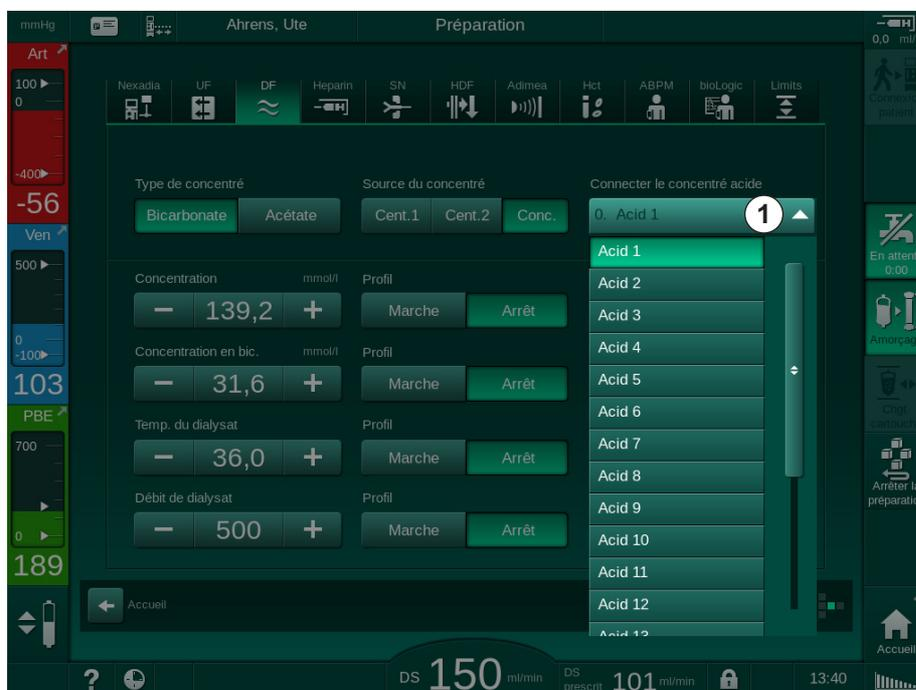

Fig. 5-18 Paramètres DF en mode mmol
Si le réglage en mmol/l a été sélectionné pour la conductivité en mode TSM, un champ supplémentaire indiquant le nom du concentré sélectionné est affiché (Fig. 5-18, ①). En appuyant sur ce champ, une liste de tous les concentrés disponibles apparaît. Il est possible de sélectionner jusqu'à 20 acides et 10 acétates.